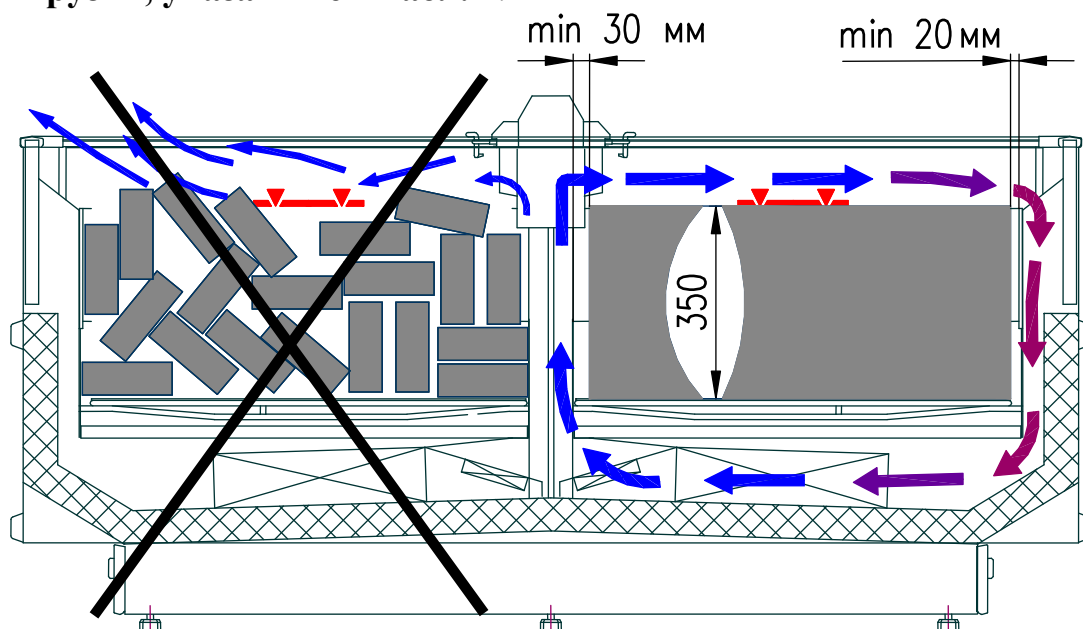

Рис. 4. Загрузка витрины продуктами
- Проверить правильность расположения продуктов в витрине, согласно п. 3.7 и рис. 4.